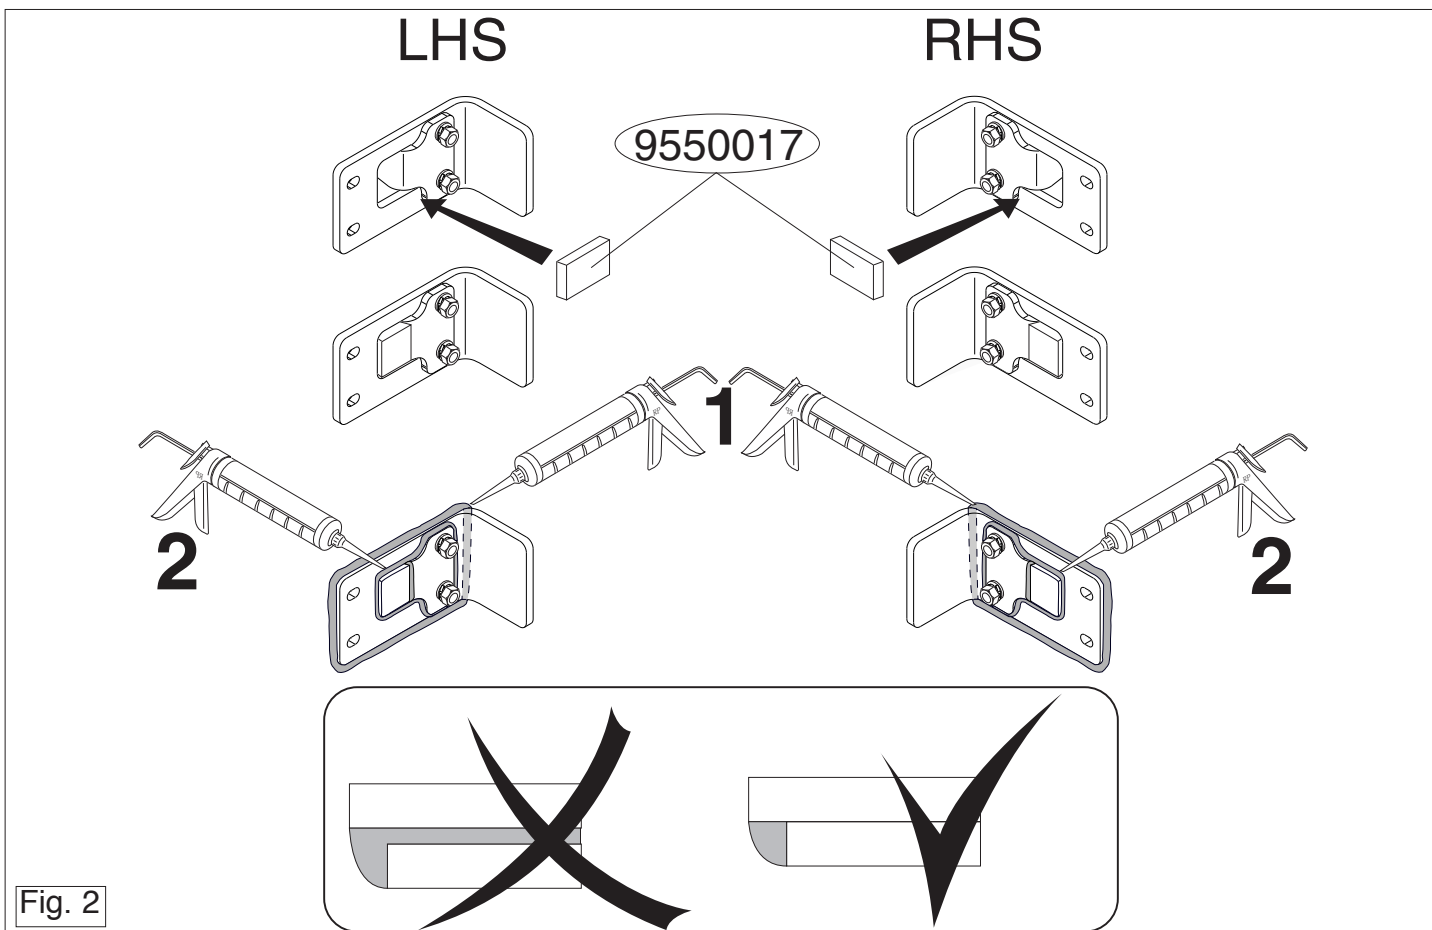

Fig. 2
10. Plaats de twee PE schuimblokken als afdichting en kit de aangegeven delen af (zie fig. 2).